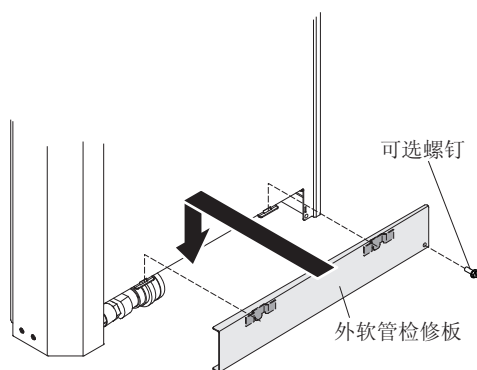

图 14. 安装外软管检修板
- c. （可选）使用 M4 螺钉将外软管检修板固定到热交换器上（请参阅图 14）。